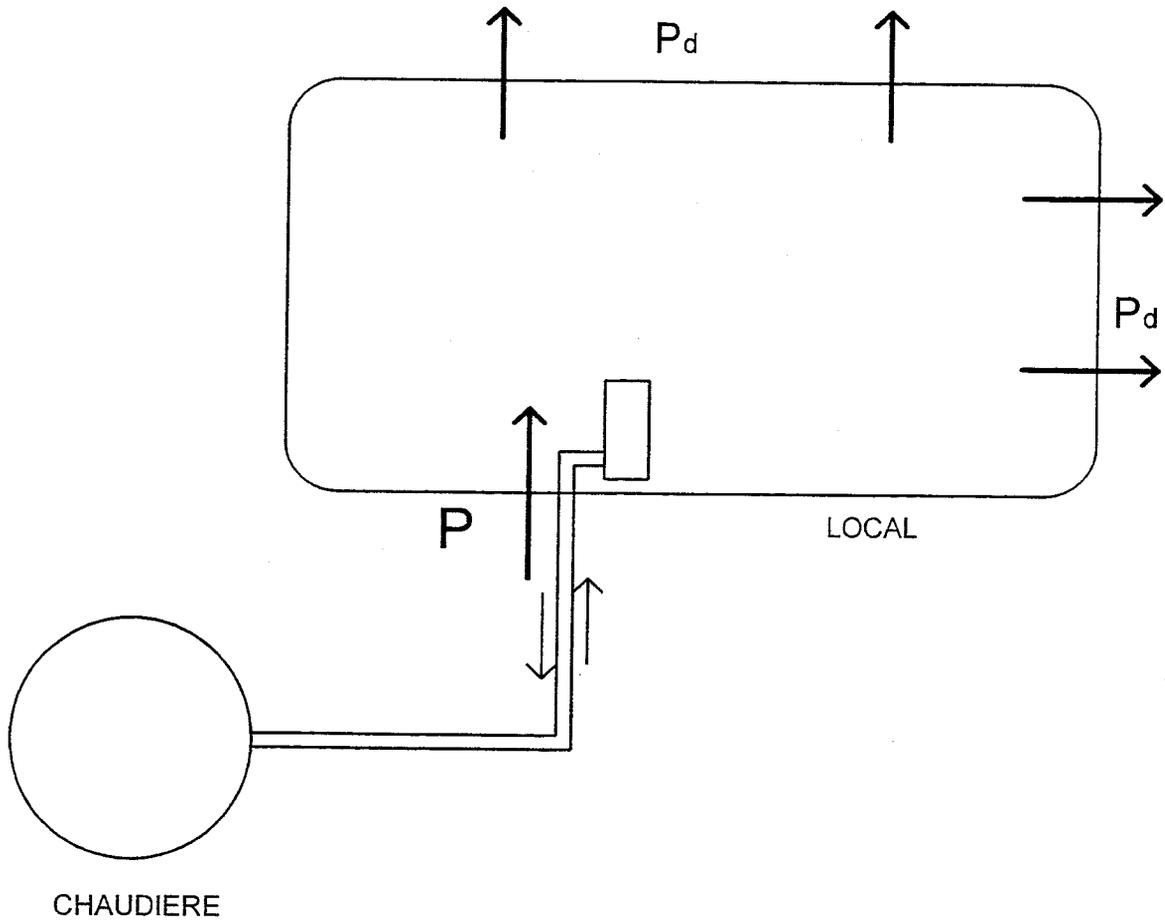

Figure 1
2. On examine maintenant l'équilibre thermique du local avec l'extérieur compte tenu de l'isolation imparfaite des parois (Figure 1, annexe 1). La puissance utile moyenne fournie est  $P=20 \text{ kW}$  quand la température intérieure est  $\theta_{\text{int}} = 20^\circ\text{C}$  et la température extérieure de  $\theta_{\text{ext}} = -10^\circ\text{C}$ .